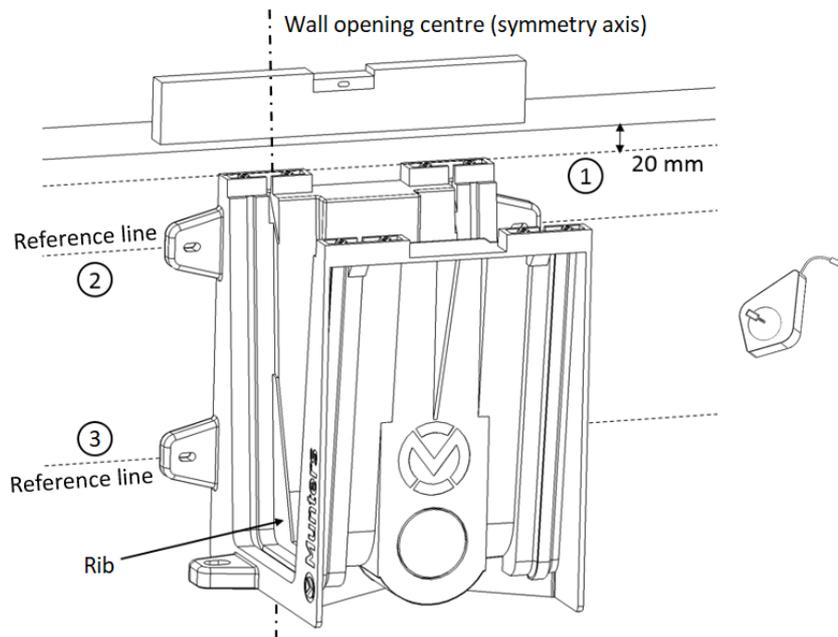

Figura 5
**NOTA** Accertarsi che la superficie orizzontale dell'apertura muro sia completamente piana. Per farlo utilizzare una livella a bolla d'aria [ref. 4 / *Strumenti di assemblaggio*]. Vedere Figura 5. La MPG deve essere installata su una superficie piana, quindi 0% di pendenza.
Posizionare la nervatura (rib) della staffa di collegamento dell'unità di alimentazione al centro e 20mm sotto il bordo di apertura del muro, come indicato in Figura 5. Controllare il corretto livello orizzontale utilizzando la livella a bolla d'aria. Successivamente, segnare il contorno della staffa, rimuoverla e praticare i fori nel muro, accertandosi di rispettare i segni tracciati inizialmente.
Utilizzare l'allineamento dei fori per tracciare una linea orizzontale sulla parete dell'installazione, che servirà come livello di riferimento per tutti gli altri fori (2) e (3). Utilizzare una linea di gesso [ref. 2 / *Strumenti di assemblaggio*]. Vedere Figura 5.